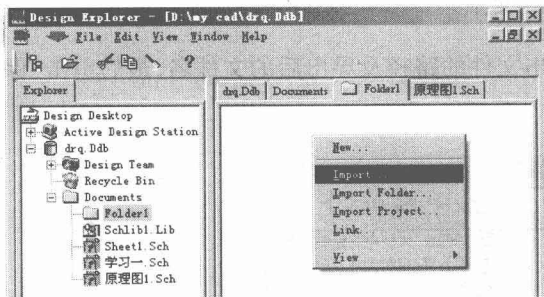
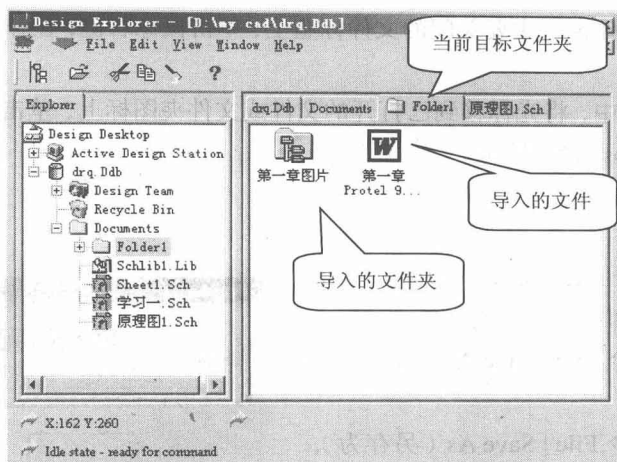

图 1.16 导入文件
图 1.18 完成文件和文件夹导入
- 单击鼠标右键, 在弹出菜单中单击 Import 命令, 弹出 Import File 对话框, 设置导入文件的路径和名称, 单击“打开”按钮, 完成导入文件的操作; 如选择 Import Folder 命令, 则完成导入文件夹的操作; 如图 1.16 至图 1.18 所示。